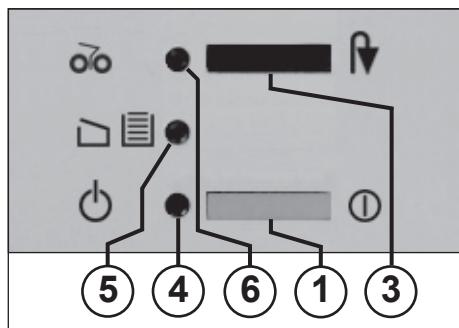

Fig. 1
1 = Pulsador (fig. 1)
3 = Pulsador (fig. 1)
4 = Indicación de control (fig. 1)
5 = Indicación de control (fig. 1)
6 = Indicación de control (fig. 1)
- Conectar la máquina mediante el pulsador (1) (fig. 1). Se ilumina la indicación de control (4) (fig. 1).
La máquina se desconecta en cuanto la bolsa recogedora esté llena. La indicación de control „Recipiente lleno“ / „Puerta abierta“ (5) (fig. 1) **parpadea**. Para mostrar el mecanismo de corte parado se ilumina al mismo tiempo la indicación de control „Atasco de papel“ / „Parada“ (6).
- Introduzca el marco deslizante junto con la bolsa recogedora y cierre la puerta. El indicador de control (5) (Fig. 1) se apaga.
- Accionar por un instante el pulsador „Retroceso“ / „Parada“ (3). El mecanismo de corte tritura el resto que se ha quedado en la apertura de alimentación y, a continuación, se desconecta. La indicación de control (6) se apaga. A continuación se puede seguir con la trituración.
- El indicador de control (6) (Fig. 1) se enciende. Proceder ahora de la manera siguiente:
- Accionar **y no soltar** el pulsador „Retroceso“ / „Parada“ (3) y, al mismo tiempo, retirar el papel introducido que se encuentra en la máquina.
- Despues de retirar el papel, el mecanismo de corte funciona automáticamente hacia adelante y tritura el resto que se ha quedado en la apertura de alimentación; a continuación, se desconecta. La indicación de control (6) (fig. 1) se apaga.
- Nota:** si no se puede retirar el papel, hay que volver a accionar brevemente el pulsador „Retroceso“ / „Parada“ (3). Una vez hecho esto, el mecanismo de corte repite entonces el proceso descrito con anterioridad de modo automático, y tantas veces como sea necesario para que pase el papel restante por el mecanismo de corte.
En el caso de que el motor se sobrecargue, este se desconecta. Desconecte el aparato mediante el pulsador (1) (fig. 1).